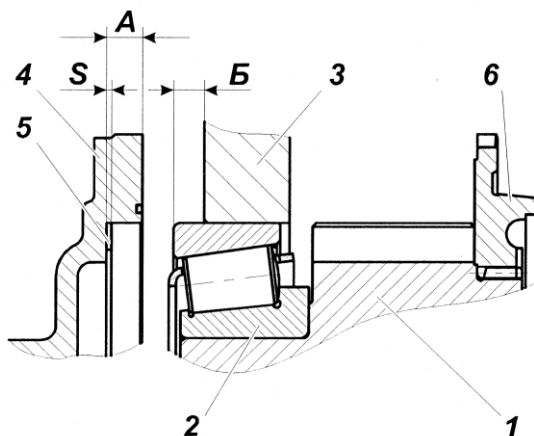

Рис. 102:
Установить в расточку картера коробки передач первичный вал в сборе с прокладками подобранными по п. 1. рис. 102.
5.6 Замерить размер Б рис. 102, (между торцами картера коробки передач и наружного кольца подшипника) при этом, гнездо заднего подшипника вторичного вала должно быть плотно (под усилием собственного веса вторичного вала) прижато через установочные прокладки к торцу зубчатой муфты демальтипликатора; первичный вал должен быть плотно (под усилием собственного веса) прижат через установочные прокладки к торцу наружного кольца переднего подшипника вторичного вала, а наружное кольцо заднего подшипника первичного вала - к роликам.